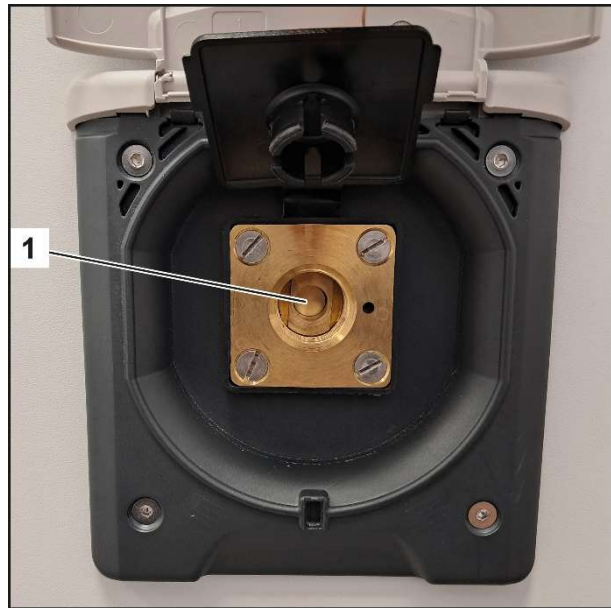

Fig. 14
8. Retirez l'adaptateur (Fig. 13/1) du raccord de remplissage (Fig. 14/1).